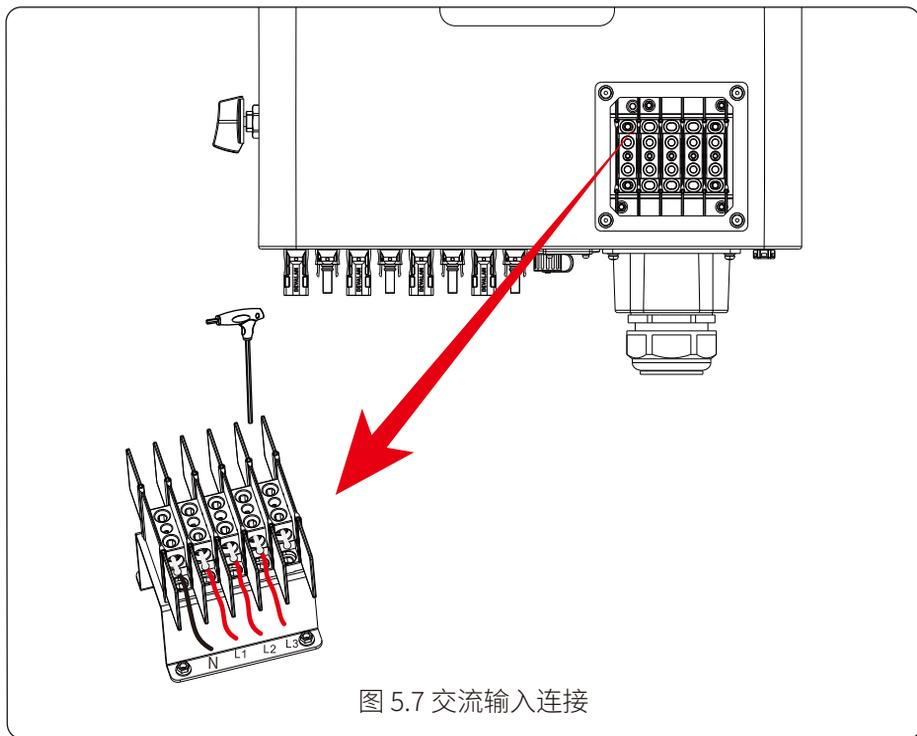

图 5.7 交流输入连接
3. 然后，根据接线端子上指示的极性插入交流输出线并拧紧终端。请务必将相应的 N/L1/L2/L3 和 PE 线也连接到相关端口（如图 5.7 所示）。